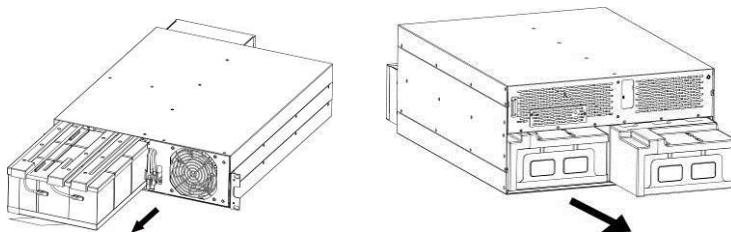

Figura 9: Inserti batterie del sistema XANTO S 6000 e 10000
6. Tirare gli inserti batterie in avanti utilizzando le linguette in plastica (vedi Figura 9)